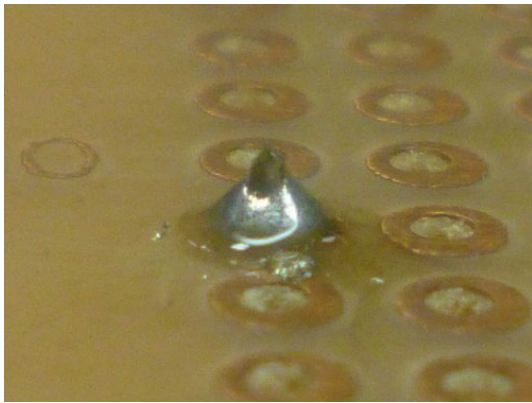
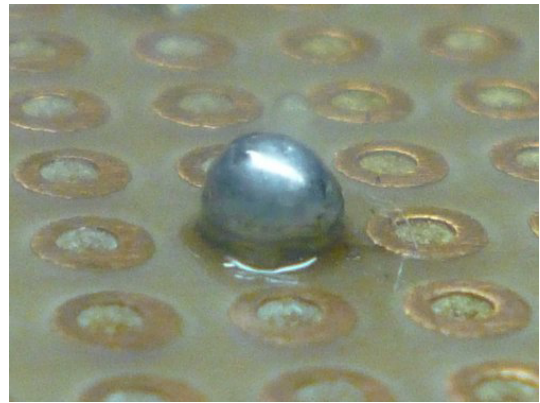

Fig. 3: 良い半田付け
Fig. 4: 悪い半田付け
- 良い半田は，長く裾を引いている富士山型になっており，きれいな光沢，艶がある (Fig. 3)。逆に悪い半田は，団子状になっており，光沢もなく，くすんでいる (Fig. 4)。